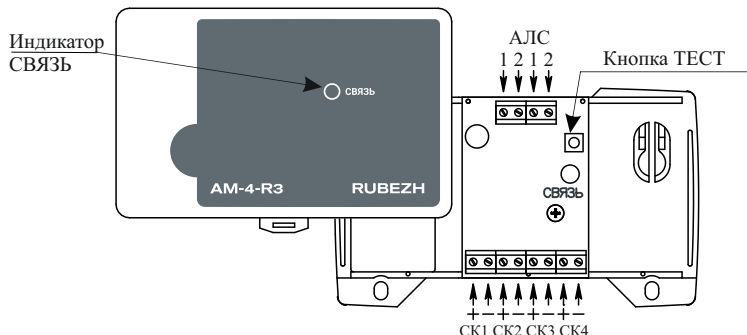

Рисунок 1 – Внешний вид крышки и основания с платой
4.2 Конструктивно адресная метка выполнена в пластмассовом корпусе (рисунок 1), внутри которого размещена плата с электронными компонентами, обеспечивающая обработку сигналов с линии Вх. СК. На плате установлены клеммные колодки для подключения адресной метки к АЛС и для подключения линий Вх. СК (СК1 – СК4).